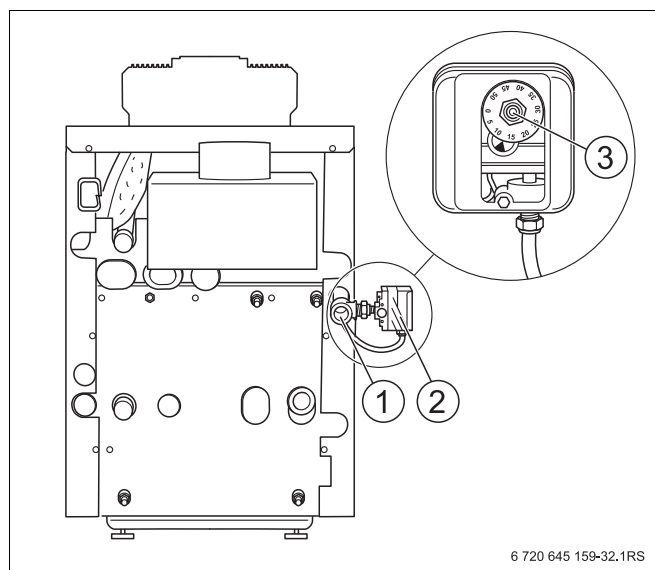

Рис. 46 Установка прибора контроля давления газа
- Установить прибор контроля давления газа (Рис. 46, **поз. 2**) на газопровод непосредственно на патрубок для подключения газа (Рис. 46, **поз. 1** и Рис. 23, стр. 40) на отопительном котле вместе с регулировочным диском (Рис. 46, **поз. 3**) так, чтобы он смотрел вверх или наружу (используя переходник).